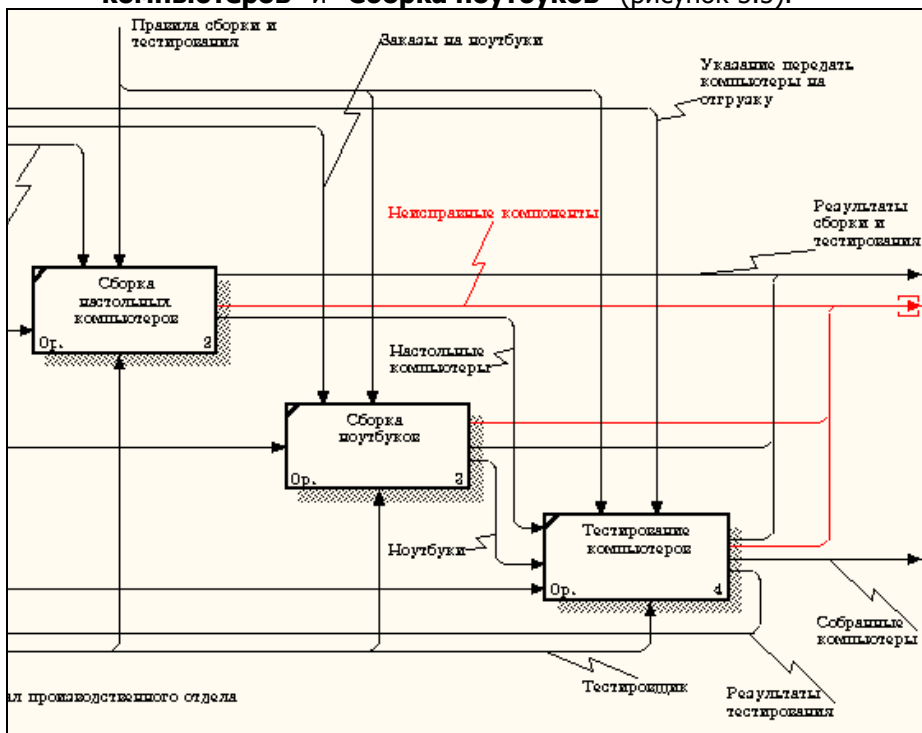

Рисунок 5.5 – Граничная стрелка выхода от работ **"Сборка настольных компьютеров"**, **"Тестирование компьютеров"** и **"Сборка ноутбуков"**
- 4 Создайте в модели **"Сборка и тестирование компьютеров"** новую стрелку **"Неисправные компоненты"**. На диаграмме А0 это будет граничная стрелка выхода, на диаграмме А0 - граничная стрелка выхода от работ **"Сборка настольных компьютеров"**, **"Тестирование компьютеров"** и **"Сборка ноутбуков"** (рисунок 5.5).